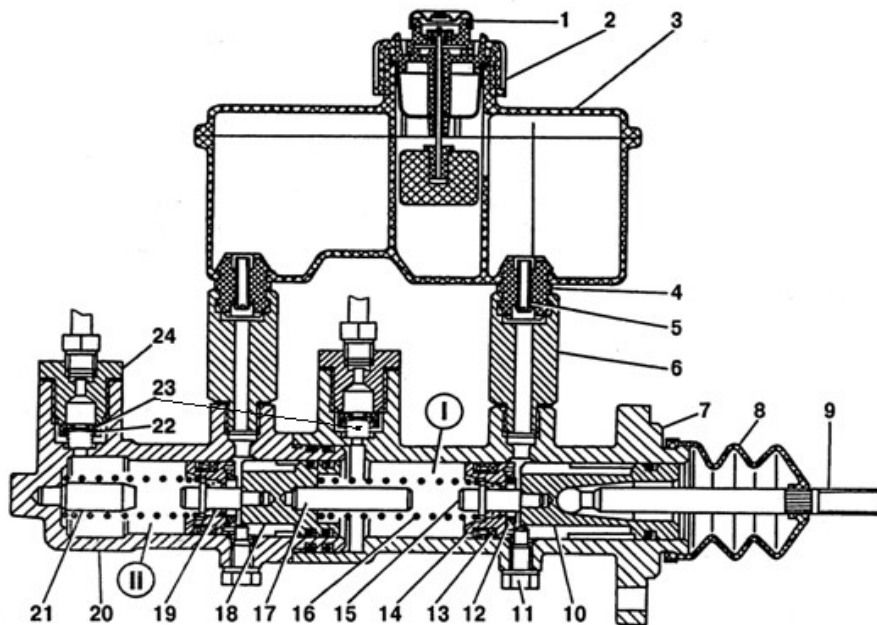

Рис.6.31 Главный тормозной цилиндр
Бачок главного тормозного цилиндра имеет датчик, сигнализирующий о падении уровня тормозной жидкости (сигнал выводится на контрольную лампу комбинации приборов), а в главном тормозном цилиндре (рис. 6.31) сделаны две независимые полости с двумя поршнями. Два независимых контура выполнены для безопасности: в случае повреждения одного из них (утечка жидкости или повреждения трубопровода), второй остаётся в действии.
**ВНИМАНИЕ!** При замене главного тормозного цилиндра, для обеспечения его совместной работы с дисковыми тормозами, необходимо удалить из него клапана избыточного давления (см. поз. 23 рис. 6.31).